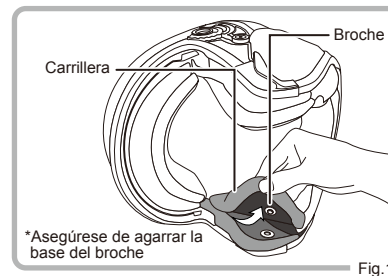

Fig.1
- ① Retire los tres broches de presión de la parte posterior de las carrilleras (Fig. 1).
- 1 Retire los broches de presión de la zona de la frente del casco tirando hacia abajo (Fig. 1).